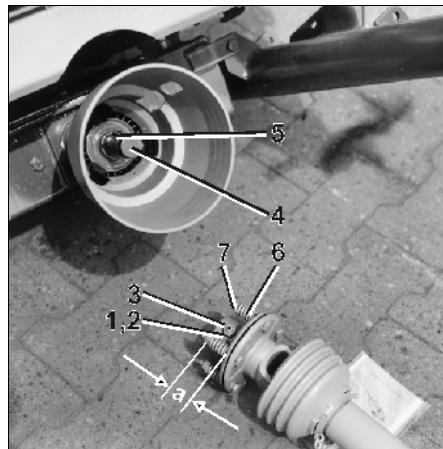

Рис. 81
При частом срезании срезного болта между фланцем соединительной вилки и входного вала редуктора и при работе на тракторах с жестко действующей муфтой ВОМ рекомендуется использовать карданный вал типа „Walterscheid“ с фрикционной муфтой (Рис. 81).
- Открутите контргайку (Рис. 81/1) в вилке от фрикционной муфты (пока установочный винт более не будет выступать за контргайку), выкрутите установочный винт с внутренним шестигранником (Рис. 81/2) и проверьте, легко ли надвигается вилка на приводной вал.
- Предварительно смазав надвиньте вилку (Рис. 81/3) до упора на входной вал редуктора (Рис. 81/4).
Следите за полным перекрытием шпонок (Рис. 81/5)!
- Специальный карданный вал защитите от осевого смещения. Для этого прочно затяните установочный винт и законтрите гайкой (Рис. 81/1).
- Открутите контргайку (Рис. 81/1) в вилке фрикционной муфты. Выкрутите установочный винт (Рис. 81/2).
2. Снимите нагрузку с пружин (Рис. 81/6) открутив гайки (Рис. 81/7).